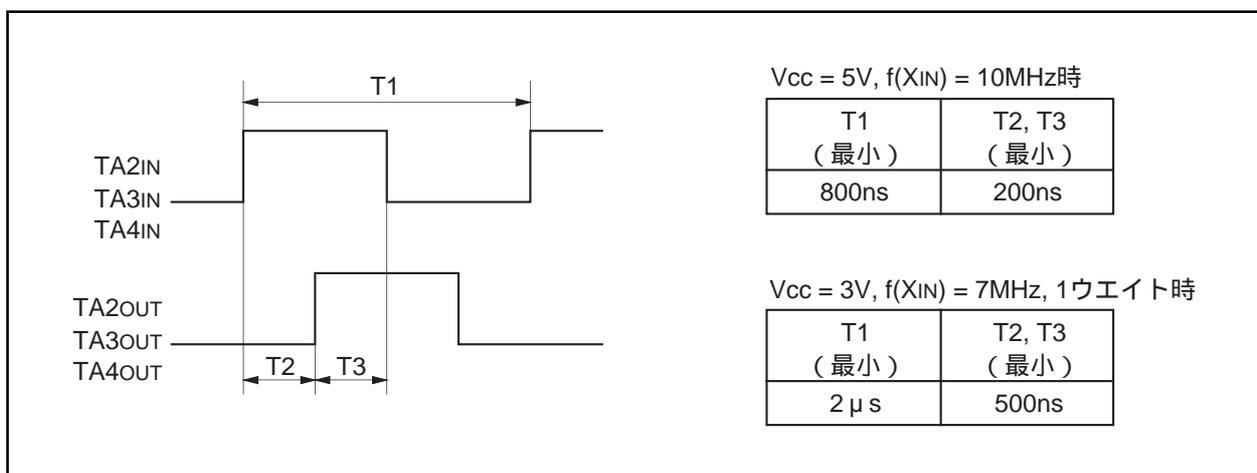

図2.2.30. 二相パルスの規格
- (3) 二相パルス信号処理機能で使用する二相パルス(TAiIN、TAiOUT(i=2~4)端子への入力信号)のずれは図2.2.30に示す規格を満たしてください。
- (4) フリーランタイプ選択時、カウントを停止した場合は、タイマを再設定してください。